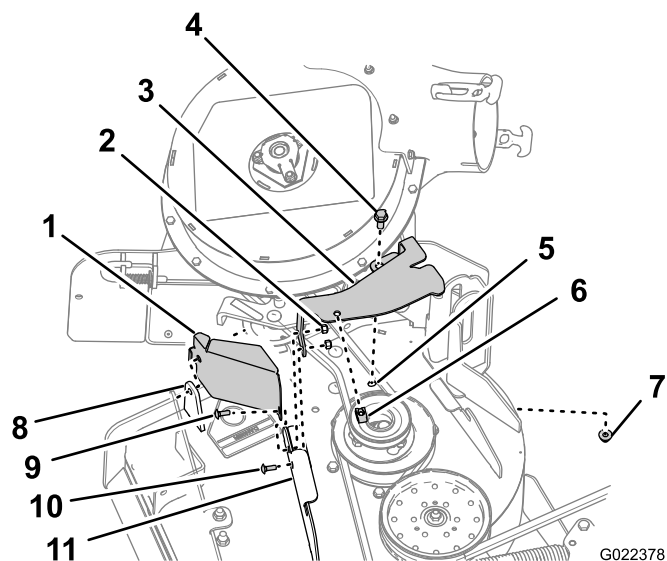

Figura 7
1. Alinee los taladros del protector de la polea con el taladro del soporte del deflector delantero y el taladro exterior de la pestaña delantera de la carcasa (Figura 7).
2. Instale el soporte de la cubierta de la correa en los taladros de la parte trasera de la pestaña delantera de la carcasa (Figura 7).
3. Sujete el protector de la correa y el soporte de la cubierta de la correa a la pestaña delantera de la carcasa con el perno de cuello cuadrado (1/4 x 1 pulgada, kit CE) y la contratuerca (1/4 pulgada, kit de soplador) que retiró en el paso 1 de Retirada del soporte de la cubierta de la correa \(página 4\); consulte Figura 7.
4. Sujete el soporte de la cubierta de la correa a la pestaña delantera de la carcasa usando el taladro interior, con un perno de cuello cuadrado (1/4 x 3/4 pulgada, kit de soplador) y la contratuerca (1/4 pulgada, kit de soplador) que retiró en el paso 1 de Retirada del soporte de la cubierta de la correa \(página 4\); consulte Figura 7.
5. Alinee el taladro de la pestaña trasera del soporte de la cubierta de la correa con el taladro de la carcasa de donde retiró el soporte de la cubierta de la correa en el paso 1 de Retirada del soporte de montaje de la cubierta \(página 3\); consulte Figura 7.
1 de Retirada del soporte de montaje de la cubierta (página 3); consulte Figura 7.
7. Alinee la tuerca rápida con el taladro de la parte superior del soporte de la cubierta de la correa (), y coloque la tuerca rápida a presión en el soporte (Figura 7).